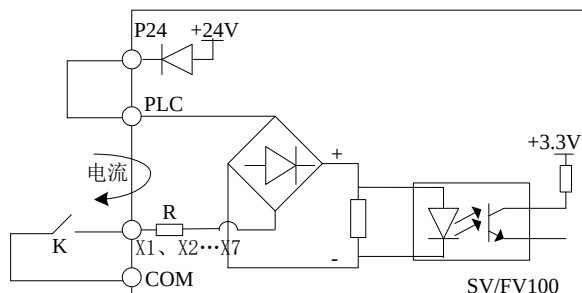

图 4-7 使用内部 24V 电源的连线方式
SV100(FV100)多功能输入端子采用了全桥整流电路,如图 4-7 所示。PLC 是 X1~X7 的公共端子,流经 PLC 端子的电流可以是拉电流,也可以是灌电流。X1~X7 与外部接口方式非常灵活,典型的接线方式如下:
1) 使用变频器内部的 24V 电源,接线方式如图 4-7。